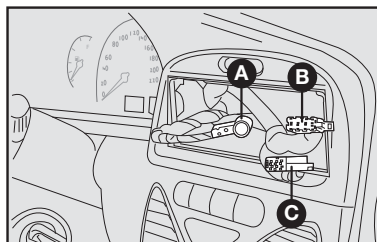

fig. 69
- cabo de alimentação do autorrádio **C-fig. 69**.
- cabo para alto-falante dianteiro e traseiro **B-fig. 69**.
- cabo com conector para antena **A-fig. 69**.